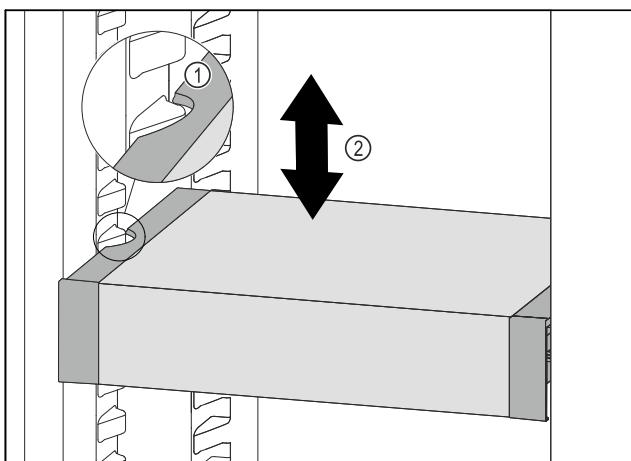

Fig. 116
- Потягнути VarioSafe вперед, поки бокові заглиблення VarioSafe не опиняться на рівні ребра для резервуара в охолоджувальному відділенні. Fig. 116 (1)
- Пересувайте VarioSafe вгору або вниз в охолоджувальному відділенні до тих пір, поки не досягнете бажаної висоти. Fig. 116 (2)